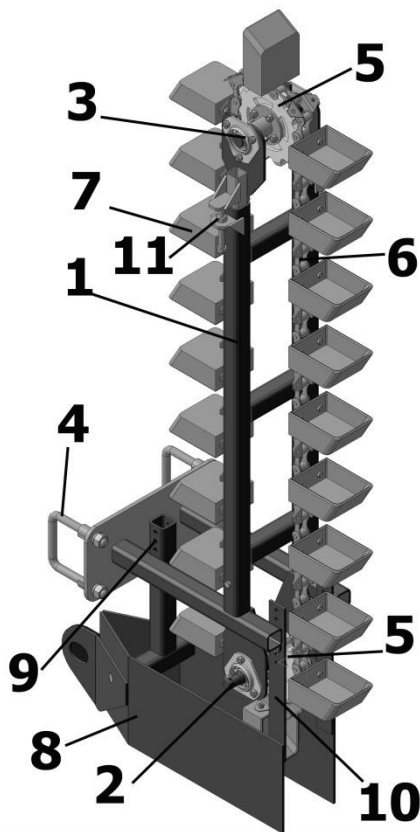

Рисунок 2 – Механизм высаживающий
3.3 Механизм высаживающий (см. рис.2) состоит из сварной рамки 1, на которую монтируются верхний 3 и нижний 2 приводные валы со звёздочками